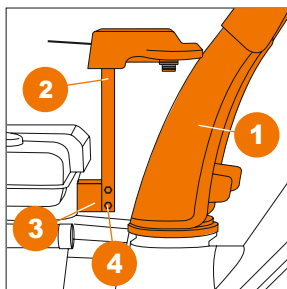

Рис. 8
• Установите желоб выброса (1) на отверстие выброса снега на корпусе снегоборщника (Рис. 8).
• Закрепите поддерживающую штангу (2) к специальному кронштейну (3) на корпусе снегоборщника с помощью двух болтов (4) (Рис. 8).